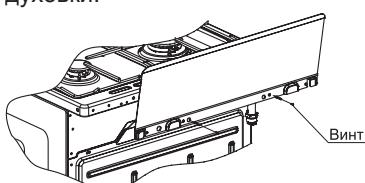

рис. 1
■ Модели плит, не имеющие крышки стола, комплектуются щитком, который закрепляется перед установкой плиты (рис.1).
■ **Установку щитка** производить путем крепления к столу двумя винтами (см. рис. 1). Винты для крепления щитка находятся в пакете с комплектующими.